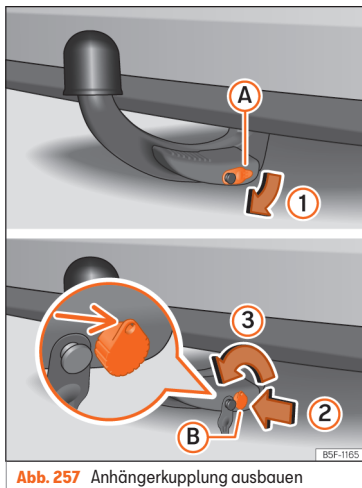

Abb. 257 Anhängerkupplung ausbauen
- Nehmen Sie die Abdeckung (A) vom Schloss (1) » Abb. 257.
- Stecken Sie den Schlüssel (B) in das Schloss ein (2) » Abb. 257.
- Drehen Sie den Schlüssel nur eine halbe Umdrehung nach links (3), bis sich das Loch des Schlüssels oben befindet » Abb. 257.